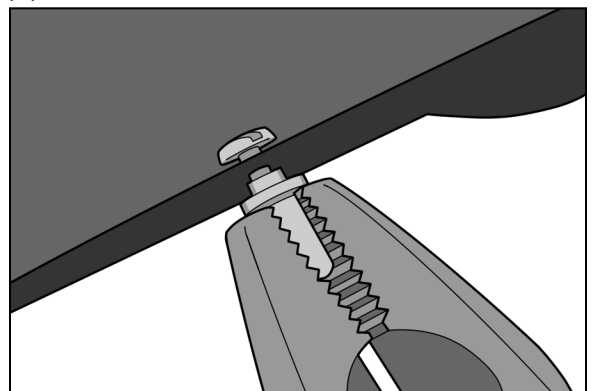

图 6
2. 使用平口钳夹住 Bos 销钉 2.1 的扁平侧。(图 6)。